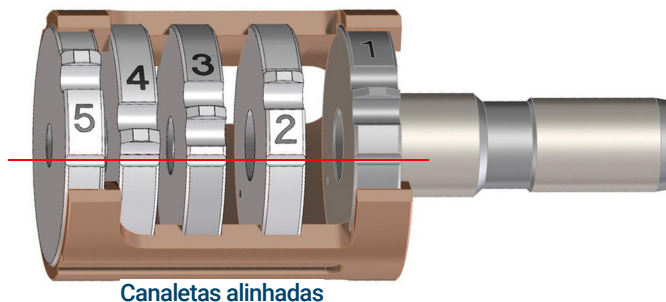

Figura 50 Grupo de lentes da fonte EI HES montado
- 1 Monte as cinco lentes no interior do isolante de lente. (Consulte **Figura 50** na página 173.) O número da lente é gravado na circunferência exterior de cada lente.